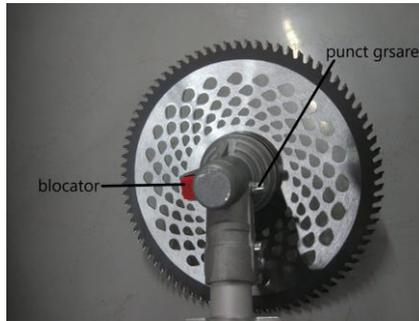

Fig. 7
- Folositi blocatorul din dotarea motocoasei Ruris. din fig 7.